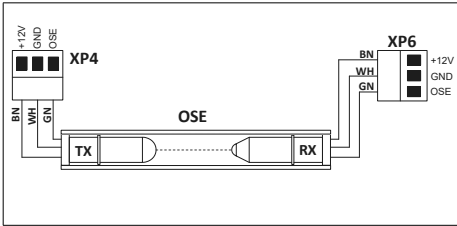

Abbildung 6 – Optoelektronische Sicherheitskante (OSE)
- DIP 1** OFF – optoelektronische Sicherheitskante OSE (Abbildung 6, 8, 9)
- DIP 2** OFF – einstrahlige Sicherheitskante OSE (Abbildung 6, 8)